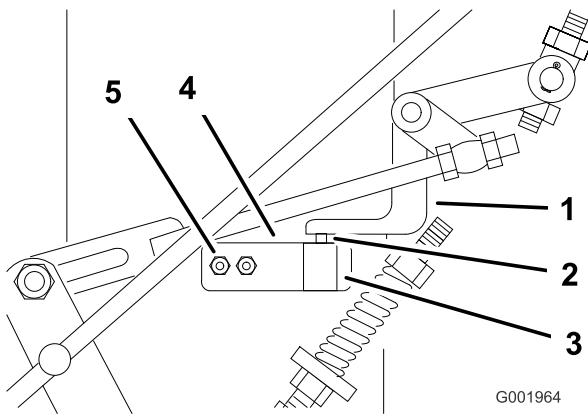

Figure 45
9. Vérifiez la course du levier de changement de vitesse dans la fente du panneau de commande. Le levier doit être à peu près centré dans la fente du panneau de commande (Figure 45).
11. Lorsque le levier de changement de vitesse est au point mort, vérifiez que le contacteur de sécurité est enfoncé et qu'un espace de 3 à 6 mm (1/8 à 1/4 po) sépare la languette d'actionnement du contacteur de sécurité (Figure 45).
12. Pour ajuster la position du contacteur, desserrez les deux vis du support de point mort qui retiennent la plaque de contacteur au châssis (Figure 45).
13. Montez ou abaissez le contacteur de sorte à obtenir un écart de 3 à 6 mm (1/8 à 1/4 po) (Figure 45).
14. Serrez les deux vis du support de point mort qui retiennent la plaque de contacteur (Figure 45).